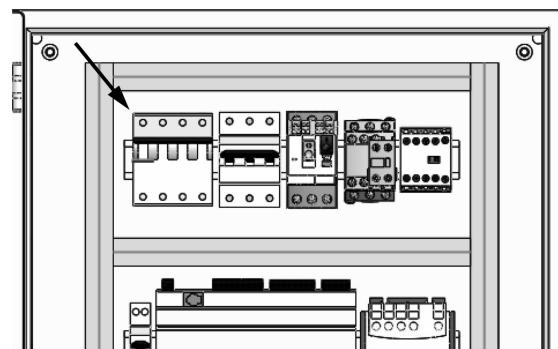

图 13-9 替换3D零件
**步骤9 替换3D零件 右击之前插入的【006557】，选择【替换】。浏览到Lesson13\Case Study文件夹，选择EW\_C\_BREAKER\_4P\_35.SLDPR，单击【打开】，显示如图13-9所示结果。**